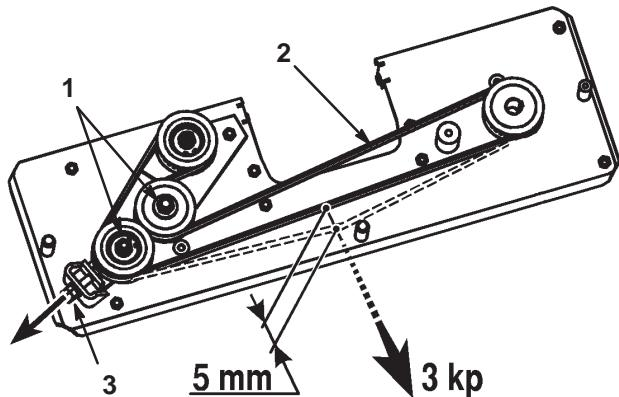

Bild 40
4. Lösen Sie die zwei Sechskantmuttern auf der Antriebs scheibe (Bild 40).
5. Stellen Sie die M10-Mutter so ein, dass sich der Riemen 5 mm mit einer Spannung von 3 kp bewegt (Bild 40).